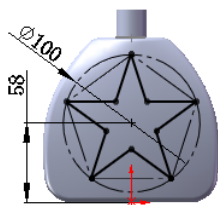

图 3.30.16 草图 5
Step14. 创建图 3.30.16 所示的草图 5。选取基准面 3 作为草图基准面，绘制图 3.30.16 所示的草图 5。